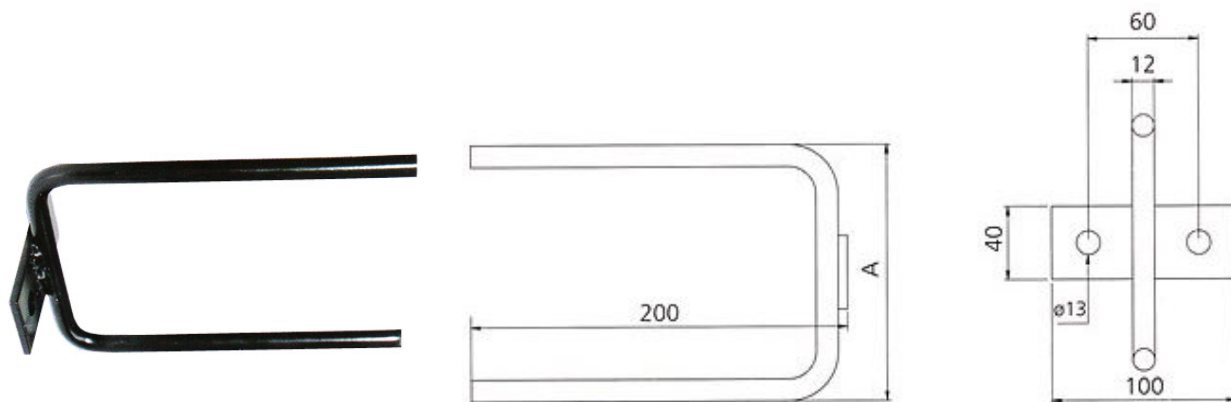

Рисунок 20 – Общий вид поводка.
3.19. Характеристика поводка (см. рис.20):